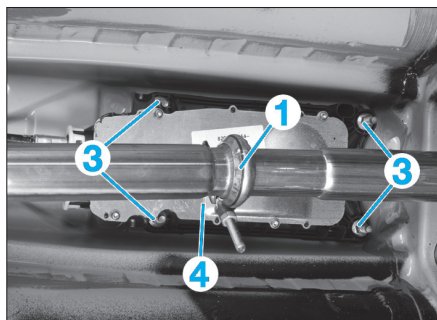

Fig. 6
- Desserrer le collier d'échappement (1) (Fig.6).